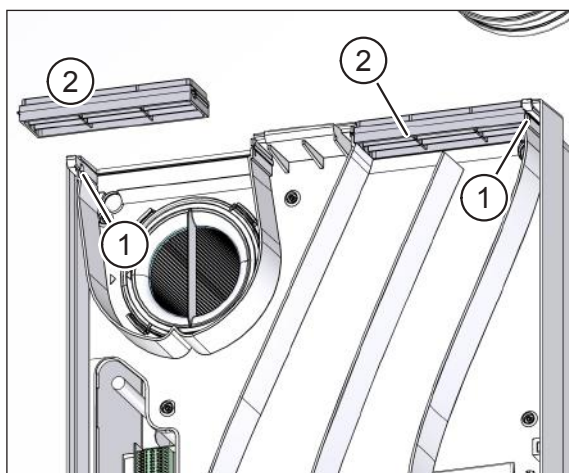

Рис. 38: убрать воздухораспределительную
- ▶ Осторожно нажмите на оба выступа (поз. 1 на рис. 38) в направлении наружу и потяните обе воздухораспределительные решетки (поз. 2 на рис. 38) на себя.
- ▶ Снимите воздухораспределительные решетки (см. описание и рис. 38 в разделе 11.6.3 на стр. 36).